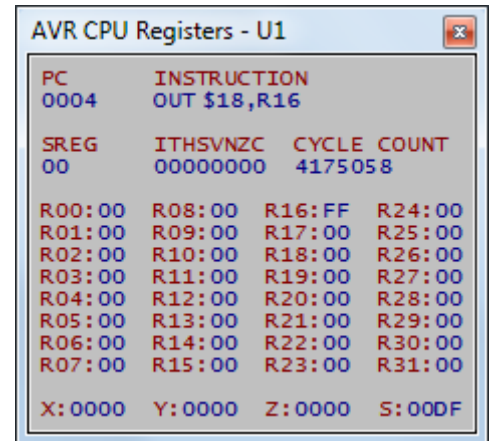

Рис.3.16. Окно регистров процессора
- Регистры процессора (**CPU Registers**). Это окно (рис.3.16) показывает содержание РОН (**R0-R31**), счетчика команд (**PC**), шестнадцатеричный и двоичный код регистра статуса (флагов) **SREG**, также количество выполненных циклов (**Cycle Count**), значения индексных регистров X, Y, Z;